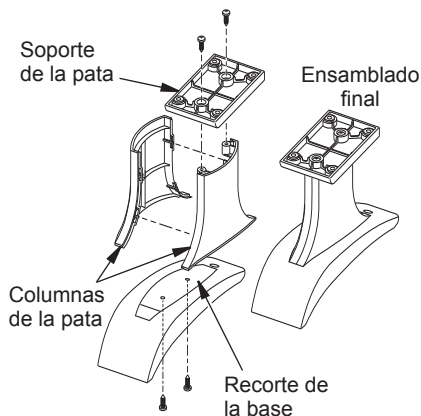

Figura 11 - Montaje de las patas de base
1. Coloque las columnas de las patas izquierda y derecha juntas (consulte la Figura 11).
2. Coloque la columna ensamblada en el recorte del centro de la base. Fije la columna utilizando dos tornillos de cabeza autorroscantes Philips (incluidos) (consulte la Figura 11).
3. Coloque el soporte de la pata en la parte superior de la columna y fijela por medio de dos tornillos de cabeza autorroscantes Phillips (incluidos) (consulte la Figura 11).